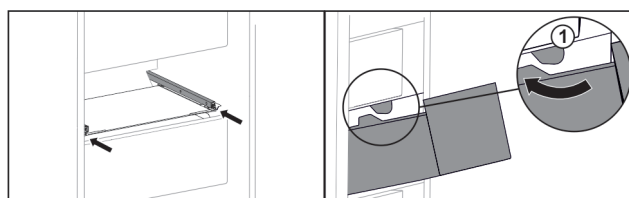

Fig. 125
- ▶ Far passare il cassetto intorno ai fermi Fig. 125 (1).